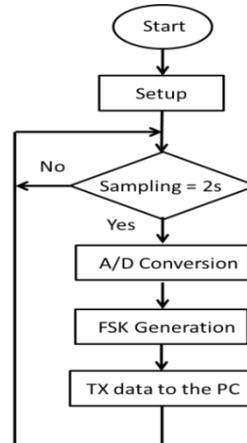

Fig. 3
3. La rutina "A/D Conversion" que aparece en el diagrama de flujo de la Fig. 3 selecciona el canal analógico de entrada y realiza la conversión A/D de cada uno de los canales. Represente el diagrama de flujo de esta rutina. Considere que los resultados de las conversiones A/D se almacenan en un vector declarado como : char ADresult [ ]; (15%)
4. La rutina "setup" que aparece en el diagrama de flujo de la Fig. 3 realiza la configuración inicial de todos los recursos del microcontrolador. Indique razonadamente qué recurso/s del microcontrolador atenderá mediante interrupción y cuál debe ser el contenido de los registros asociados a la/s interrupción/es en esta rutina de inicialización. (10%)
6. Realice el diagrama de flujo de la rutina "FSK Generation" que aparece en el diagrama de flujo de la Fig.3. (15%)